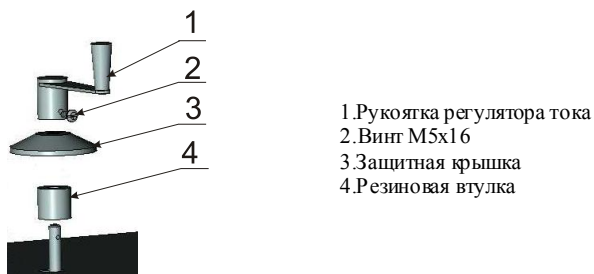

Рис.5 Установка рукоятки регулятора тока
7.3.4. Установите рукоятку регулятора тока как указано на рис.5